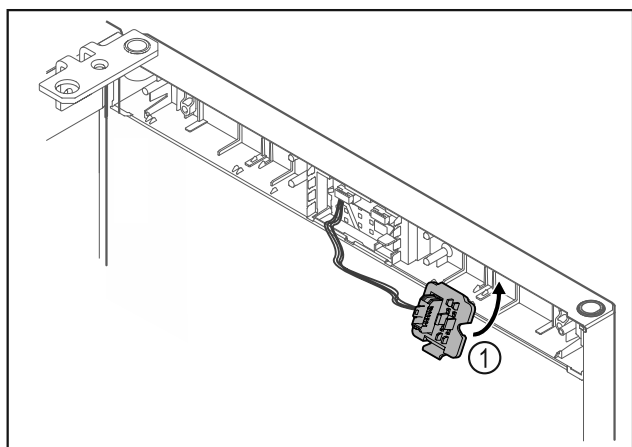

Fig. 23
- Stekkerhouder Fig. 23 (1) aan tegenoverliggende zijde vergrendelen.